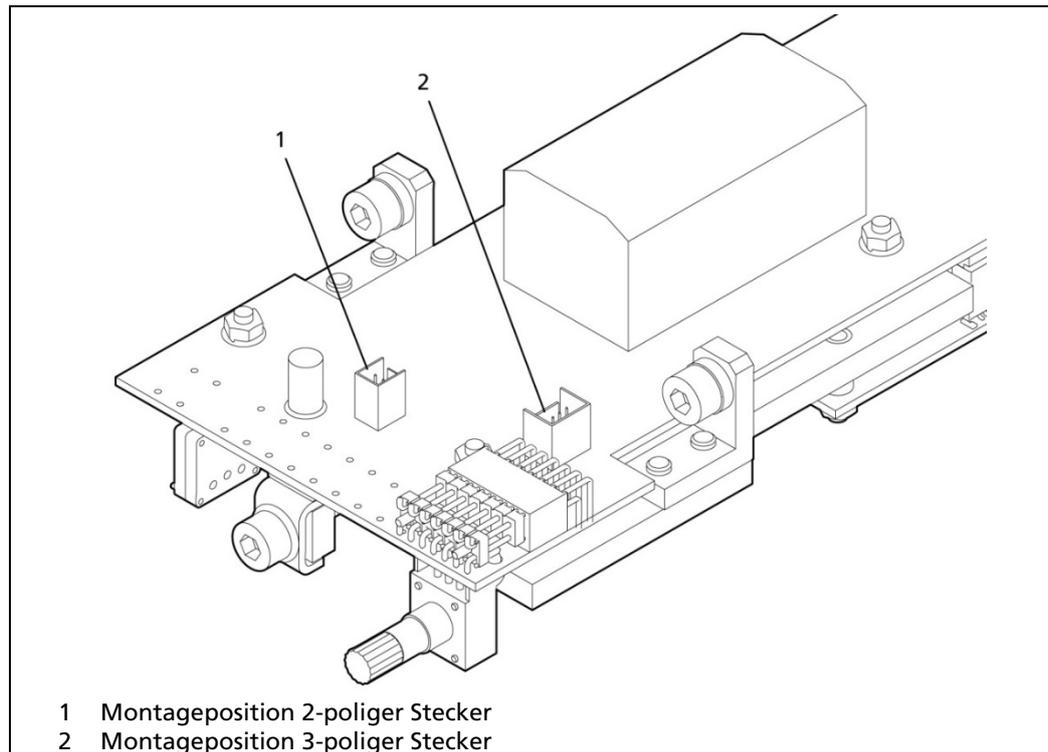

Abb. 39 Montage Anschlussstecker auf der Platine
6. Führen Sie die Kabel in die Öffnung ein und stecken Sie diese an die entsprechenden Anschlüsse (Abb. 39).